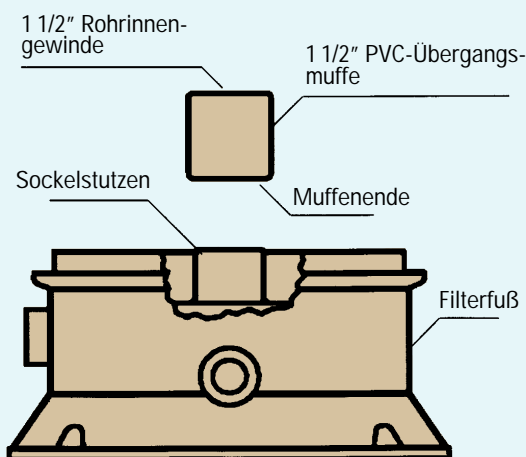

Abb. 4
▶ Stopfen entfernen und Becken mittels Filterumgehung - Kanal S (im Sockel) von übermäßigem, ungefiltertem Wasser entleeren. Zu viel Wasser im Becken könnte durch starken Regen entstehen. Alternativ-Methode s. Installation des Rohrleitungsadapters und Abb. 4 und 5.
1. Ein 1 1/2" 90° Bogen oder Winkel in die Übergangsmuffe in der Filterfläche drehen. Installation dieses Winkels s. Abb. 4 und 5.